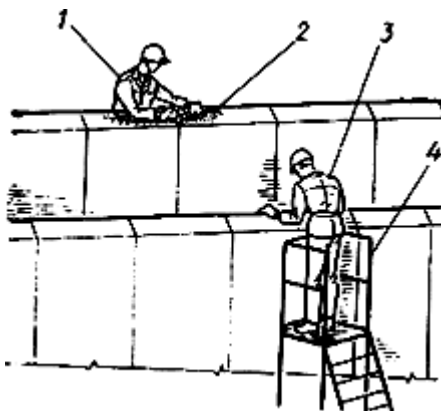

Рис.3. Схема подготовки места установки лестничной площадки
*Подготовка места установки лестничной площадки, установка площадки (рис.3 ... б),исполнители рабочий, выполняющий монтажные работы, старший в звене и рабочий, выполняющий монтажные работы*
лестничной площадки на стене и поднимаются на них (рис.3).